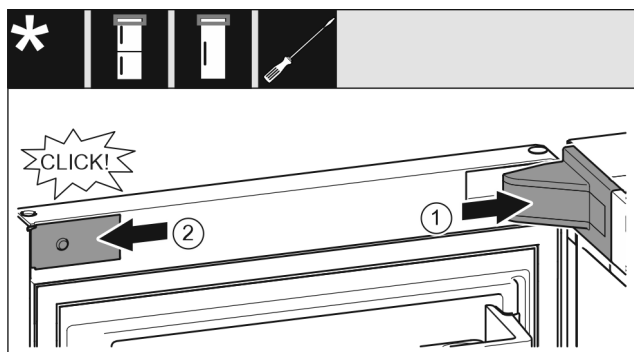

Fig. 25
- Mettre en place le cache du support de palier Fig. 25 (1) et l'enclencher. Au besoin, l'écartier avec précaution.
- Placer le cache Fig. 25 (2) sur le côté et l'enclencher.